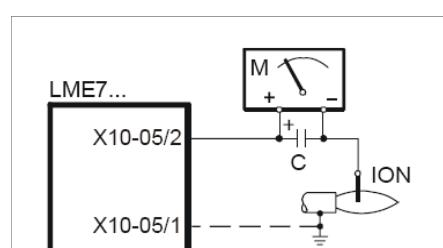

Рис. 7 - Контроль пламени с помощью электрода
4. VD можно монтировать, развернув на 180°, рис. 7.